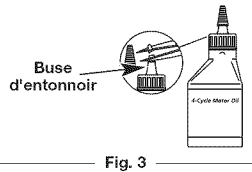

Fig. 3
Votre appareil est livré avec une bouteille d'huile SAE 30 SF, SG, SH de 90 ml (3,04 oz) (Fig. 3).
1. Dévisser le bouchon de la bouteille d'huile et retirez le papier couvrant l'ouverture. Remplacez le bouchon. Coupez la pointe de la buse de l'entonnoir (Fig. 3).